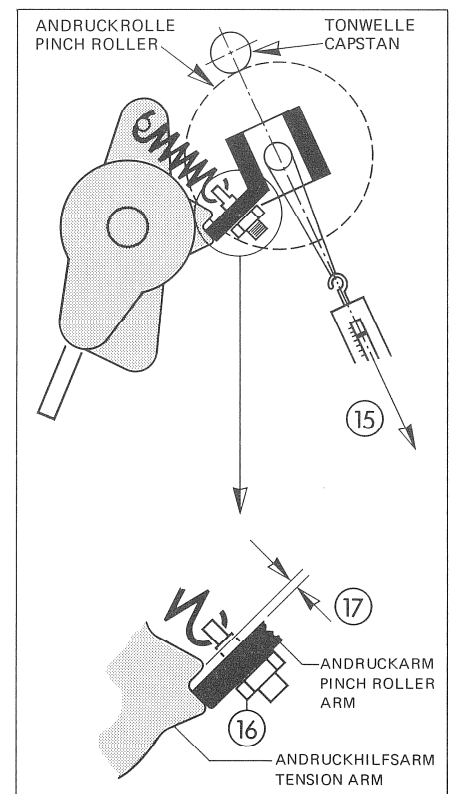

Fig. 4.6
4. An der Andruck-Rollachse Federwaage (0 ... 2,5 kg) einhängen (siehe Fig. 4.6). Taste PLAY drücken und Andruckkraft (15) messen. Die Andruckkraft soll im Moment des Abhebens der Andruckrolle von der Tonwelle  $1,2 \pm 0,1$  kp (Fig. 4.6) betragen. Die Justierung erfolgt mit der Sechskantmutter (16) am Andruckarm.
4. Attach spring balance (0 ... 2.5 kg) (see fig. 4.6). Depress PLAY key and measure the pinching force (15). At the point where the pinch-roller lifts off the capstan, the pinching force should measure  $1.2 \pm 0.1$  kp (fig. 4.6). The setting can be adjusted with the hexnut (16) at the pinch-roller arm.